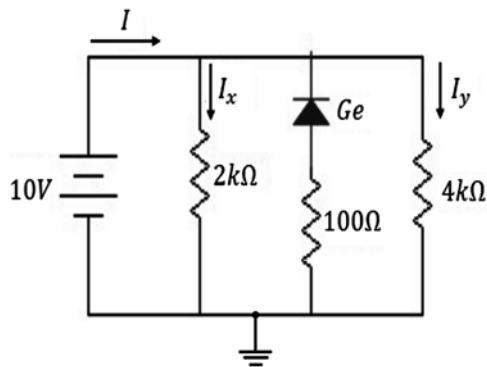

Figura 2.50 Circuito DC con diodos. Fuente: Elaboración propia
- n) Hallar el valor de la corriente total del circuito en la figura 2.50.